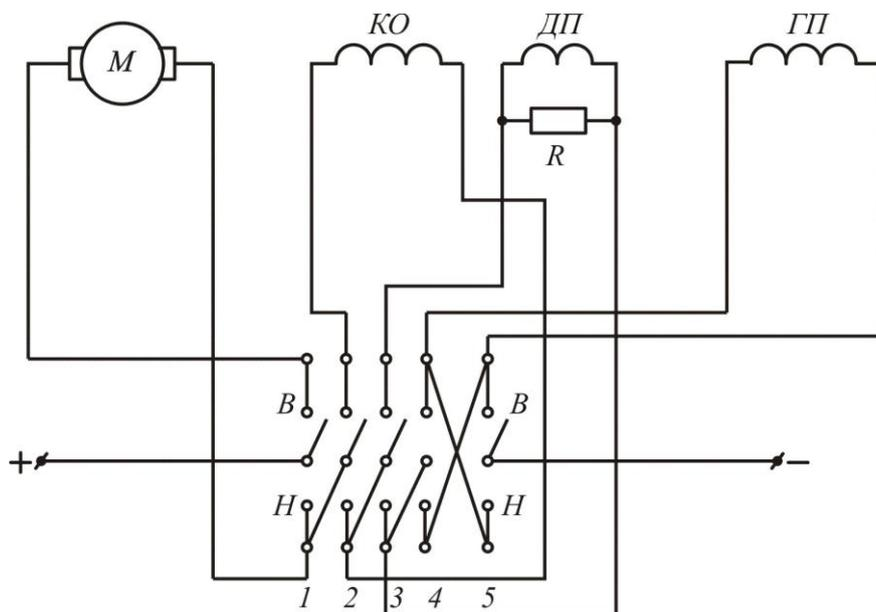

Рис. 8.1. Схема підключення обмоток двигуна при випробуваннях
1. Вивчити принципову схему підключення обмоток двигуна при випробуваннях (рис. 8.1).